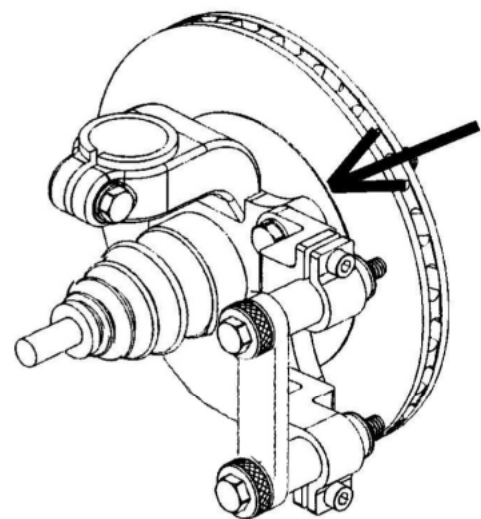

Рисунок 14
3. Используйте синий крепежный адаптер, если отверстия для крепления суппорта имеют резьбу (см. рис.14).
3. Зафиксируйте крепежный адаптер с помощью оригинальных болтов тормозного суппорта, через резьбовые отверстия для крепления тормозного суппорта (см. рис.14).